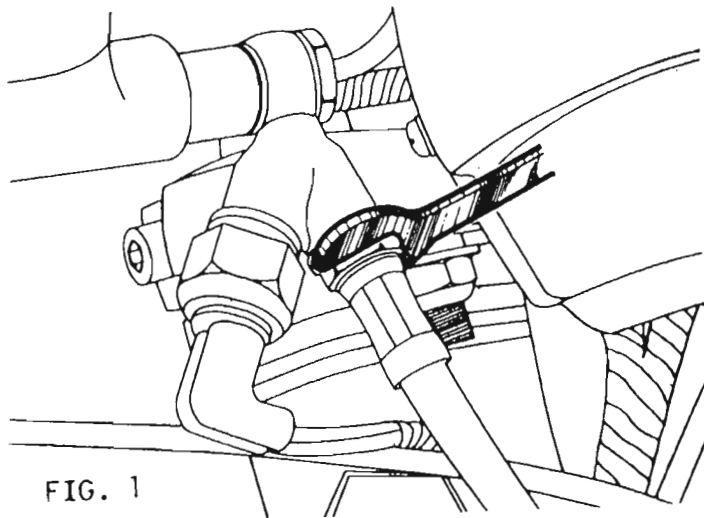

FIG. 1
- Débloquer la canalisation hydraulique du raccord banjo clé de 17 (figure 1)